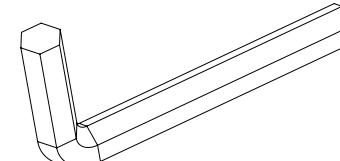

Рис. 5 – Сборочный инструмент
16. Ключ шестигранный 6 мм (Рис. 5) – 1 шт.
6. Вставьте в подставку ножки и зафиксируйте их болтами M8x20 с шайбами с помощью Ключа шестигранного 6 мм (Рис. 5, 11).